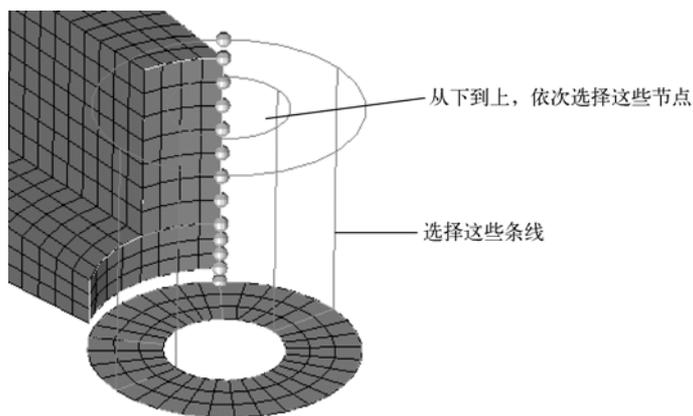

图 5-40 扫略路径节点位置
(1) 通过以下任一种方式进入 solid map 面板。
(2) 进入 general 子面板。
(3) 选择 source geom: (none)。
(4) 选择 along geom: mixed。
(5) 在 along geom: mixed 栏下, 单击 lines 按钮。
(6) 选择如图 5-40 所示线。
(7) 单击 node path 按钮将其激活。
(8) 顺序选择如图 5-40 所示节点。共有 13 个节点, 起始节点位于 boss 壳单元, 然后是 arm_straight 组件边沿上的节点, 终止节点位于 boss 上面投影的节点。